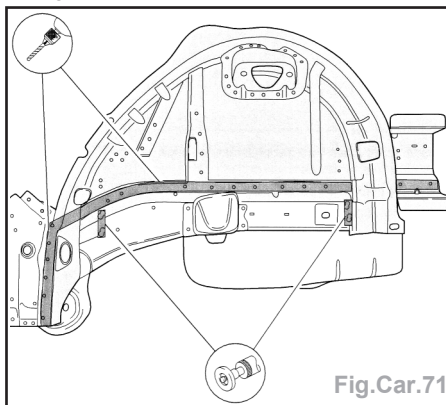

Fig.Car.71
- Dégraffer la soudure d'origine du passage de roue entre le plancher du coffre et le côté intérieur du passage de roue (Fig.Car.71).